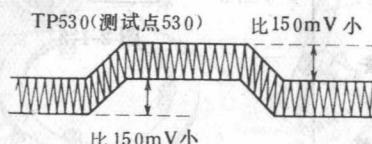

图 2-1-7
① 在 2-1-1 项内容调整之后总要进行这一步调节。
② 重放已记录的磁带。
③ 连接示波器 A-通道到 P506 的 4 脚,B-通道到 TP530,用 A-通道的开关脉冲触发。
④ 调节 R552,使纹波电压最小(小于 150mV)(图 2-1-7)。